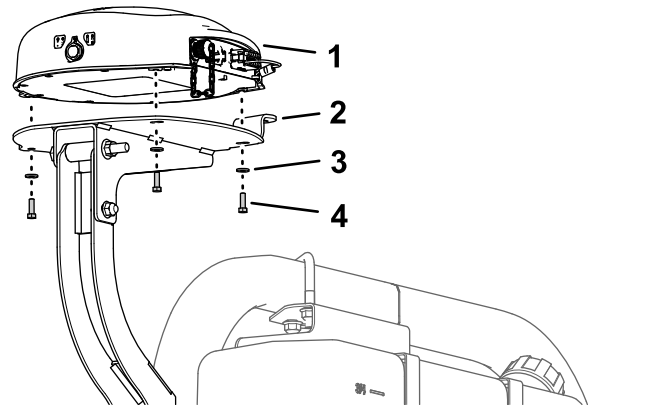

Figura 156
- Alinee los 3 orificios roscados de la base del receptor de navegación con los 3 orificios del soporte del receptor (Figura 156).
- Monte el receptor en el soporte (Figura 156) con 3 pernos de cabeza hexagonal (5 x 16 mm) y 3 arandelas (5 mm).